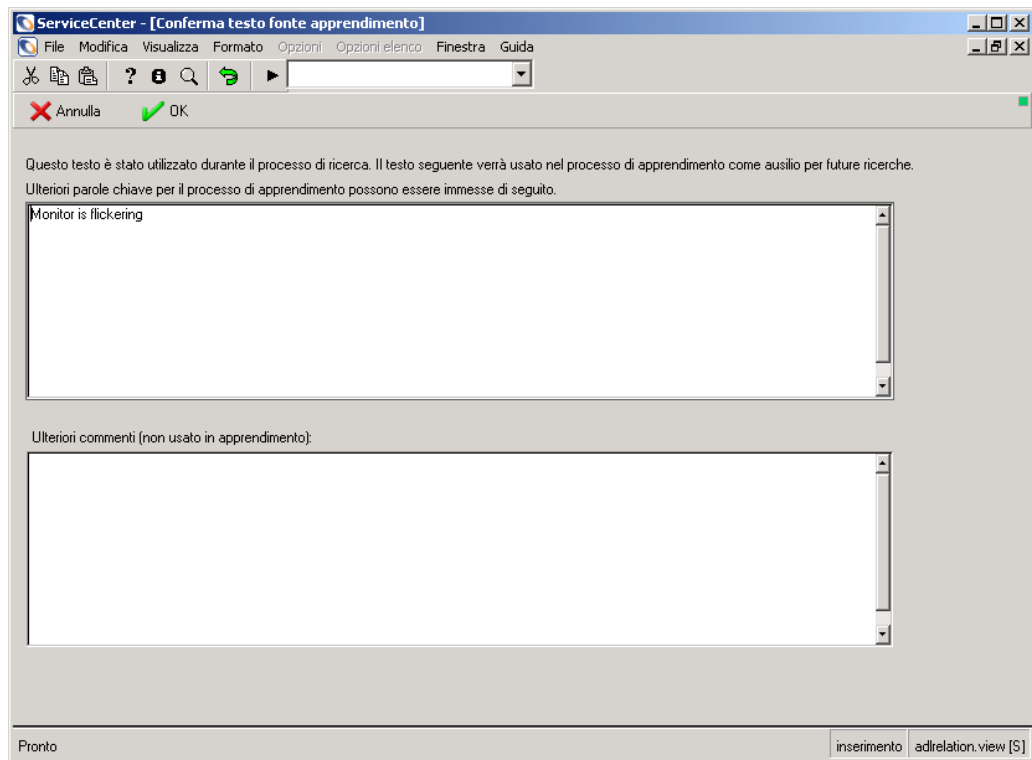

Figura C-8: Conferma del testo fonte di apprendimento per la Knowledge Base
- 6 Nella finestra Conferma testo fonte apprendimento, immettere qualunque informazione pertinente utile a creare la voce di Knowledge Base (Figura C-8 a pagina 595). Per ulteriori informazioni sull'utilizzo di una risoluzione, vedere *Utilizzo di una risoluzione* a pagina 596.
- 1 Confermare il testo da utilizzare nel problema segnalato che verrà memorizzato nella Knowledge Base. In questo modo, la Knowledge Base "apprende" quali problemi sono collegati alle risoluzioni utilizzate, in modo tale che l'elenco delle soluzioni possa contenere l'informazione inserita alla successiva segnalazione di un problema identico o simile. L'analista dell'Help Desk o il Knowledge Engineer possono eseguire tale operazione modificando il testo del problema e aggiungendo ulteriori commenti che consentiranno alla Knowledge Base di abbinare i problemi a risoluzioni specifiche (Figura C-8 a pagina 595). Più gli stessi problemi segnalati verranno riportati alla risoluzione selezionata, più la risoluzione assumerà importanza nella gerarchia dell'elenco QBE visualizzato nelle ricerche successive. La Knowledge Base apprenderà quali sono le risoluzioni migliori per i problemi segnalati.